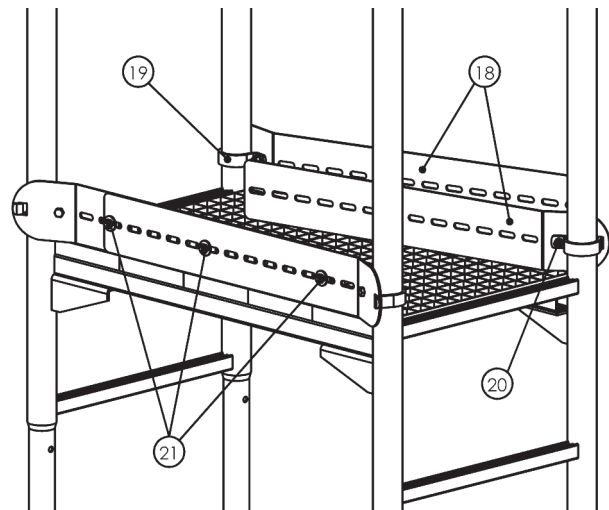

Abb. 2
**2.5** Die Fußleistenbleche (18) mit den Schellen (19) und den Schrauben M8x25, Federringen und Mutter M8 (20) lose verschrauben. Die abgewinkelten Enden zeigen dabei nach außen. Anschließend die Bleche zusammenfügen und jeweils am geraden Ende und einmal in der Mitte mit den beiliegenden Schrauben M8x20, Scheiben und Haca-Sondermutter M8 (21) verschrauben. Die Fußleisten mit der Unterkante bündig mit dem Gitterrost ausrichten und anschließend alle Verschraubungen festziehen (Abb.2).